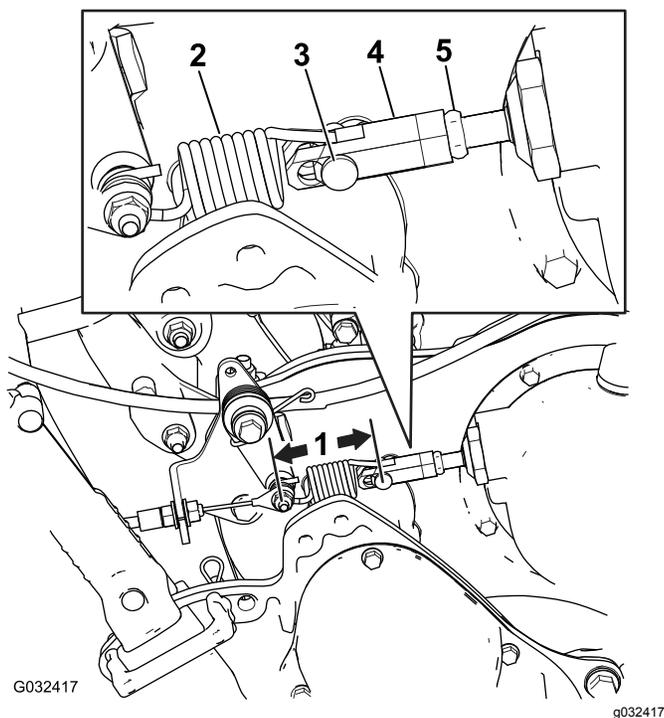

图48
2. 测量从柱销到驱动控制弹簧一端的距离图48如果介于7.37.6cm请根据以下步骤调节离合器。
- B. 松开螺丝扣上的锁紧螺母取下柱销然后从螺丝扣上断开弹簧图48。
- F. 测量从柱销到驱动控制弹簧一端的距离图48重复步骤 A 至 F 直至距离介于7.37.6cm 之间。